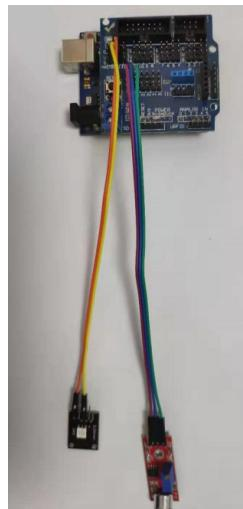

图 29.2: 实验接线图
- (1) 按照如图29.2所示的方式完成接线;
- (2) 打开 Arduino IDE, 输入程序;
- (3) 检查无误后上传程序;
- (4) 调节声音传感器模块的电位器 (蓝色的突起), 使其检测阈值在合适的范围内。然后不断发出音量逐渐变大的声音, 观察 LED 灯的变化。